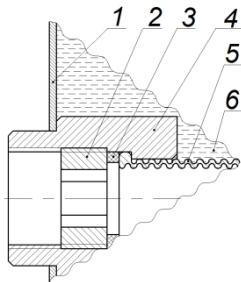

Рис. 3. Сливная воронка предохранительного клапана.
Рисунок 3. Схема монтажа котла в однотрубной системе отопления с верхней разводкой, естественной циркуляцией, мембранным расширительным баком для одноэтажных строений.
6.3. В целях безопасности рекомендуется к клапану присоединить сливной трубопровод, идущий в канализацию. При этом необходимо обеспечить визуальный контроль срабатывания клапана. Для этого нужно либо устраивать сливную воронку (рис. 3) под сливным отверстием клапана, либо присоединять клапан к сливной магистрали прозрачным шлангом.